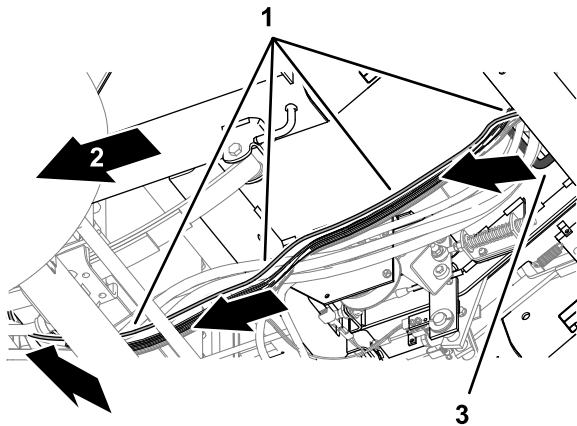

**Рисунок 160**
2. Проложите жгут проводов передачи данных модема вдоль жгута проводов машины и через уплотнительную втулку в панели пола (Рисунок 160).